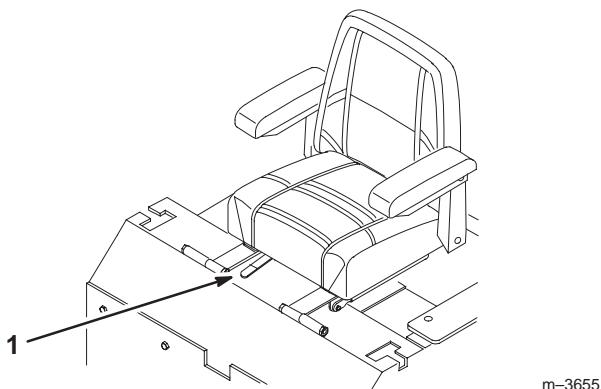

Figure 26
- Pour régler les verrous à came, soulevez le levier pour desserrer le verrou (Fig. 26).
1. Poussez le levier de réglage sur le côté pour débloquer le siège (Fig. 26).